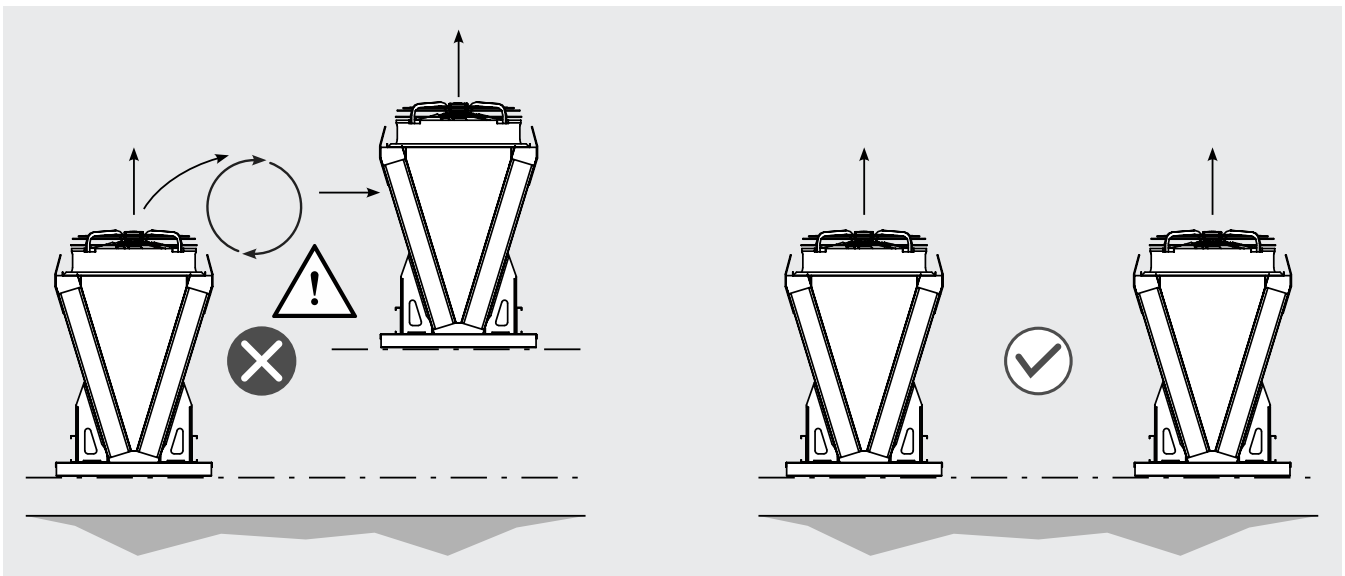

Figure 5
- 4.6 Les modèles doivent tous être installés de manière à ce que les ventilateurs soient à la même hauteur afin d'éviter la recirculation de l'air. Voir la Figure 5.